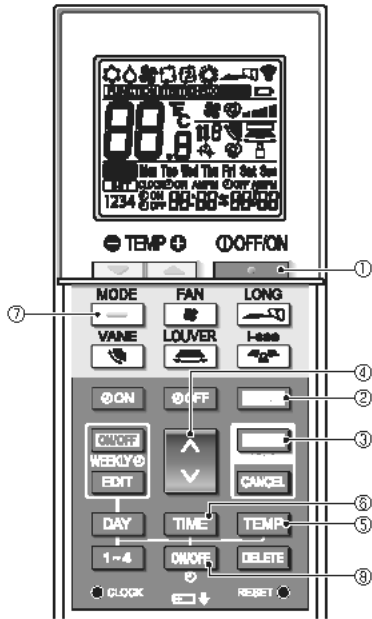

Fig. 7-9
1. Klimayı durdurmak için **OFF** ① düğmesine basın.
2. **TEMP** ② düğmesine basın.
İşlev ayar ekranı görüntülenecek ve işlev No. ③ yanıp sönecektir. (Fig. 7-9)